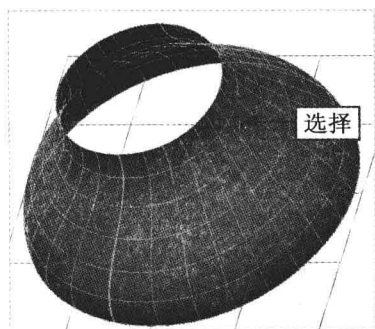

图 9-83 选择合适的曲线
Step 04 单击鼠标中键，按住【Ctrl】键的同时，在绘图区选择合适的曲线，如图 9-83 所示。